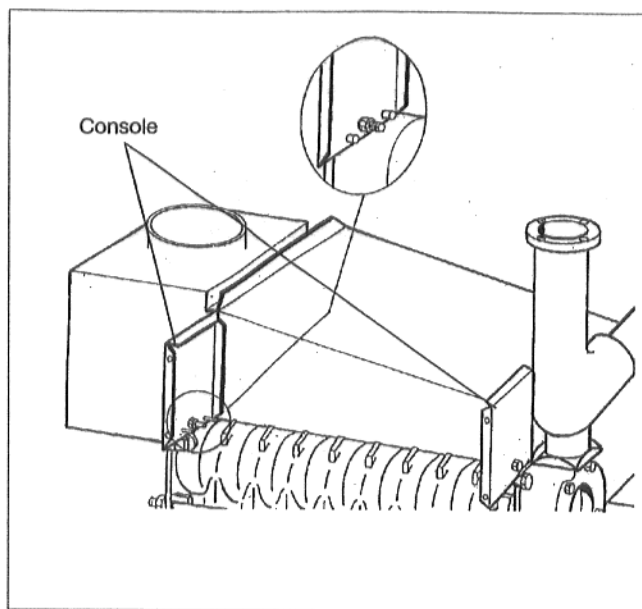

Fig. 25
- Cele 4 console (aparțin cutiei cu izolația) se vor monta pe cele 4 elemente terminale (partea interioară) cu un șurub (cu șaibă presată și piuliță) (Fig. 25, partea deschisă spre interior).